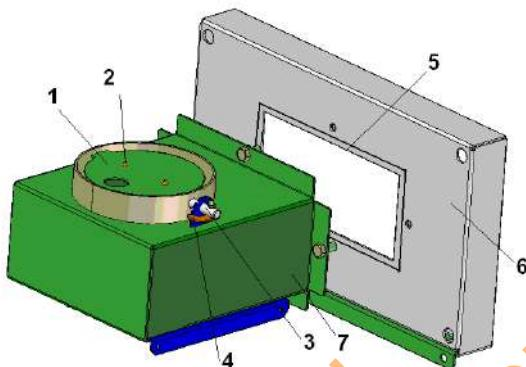
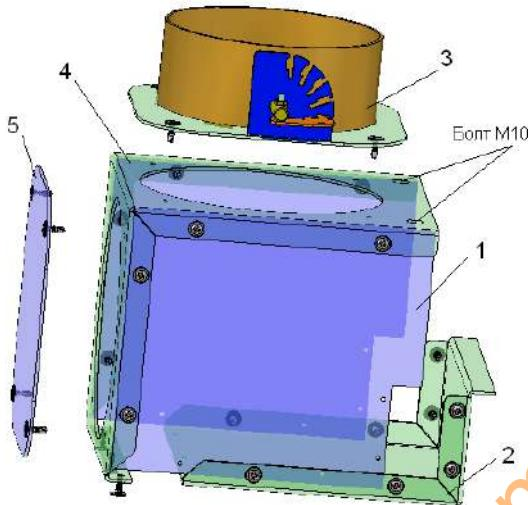

Рис.3 Дымоход котлов КС-Т/ТГ/ТП-12-12р-12/16S
Рис.6 Дымоход котлов КС-Т -11; КС- Т-15; КС-Т-11р, КС-Т-15р, КС-Т-11п, КС-Т-15п
5.3.1 Котлы транспортируют со снятым дымоходом, поэтому перед эксплуатацией необходимо дымоход собрать (**рис. 3,4,4.1,5,6**).
Рис.3 : установить заслонку поз.1, закрепив на оси поз.3 двумя винтами М4x10 поз.2. Фиксатор поз. 4 закрепить на оси поз.3 винтом М4x20 и гайкой М4. Между желобом поз.7 и основанием поз.6 установить Набивку АС 6х6 поз.5.
Рис.6: вставить боковины 1 в дно 2, закрепить предварительно винтами-саморезами. Сверху надеть крышу 4, закрепить предварительно винтами-саморезами. Трубу 3 и опору 5 можно поменять местами. Теперь окончательно затянуть все винты-саморезы.
Установить дымоход на заднюю поверхность котла, закрепив 4-мя болтами М10 с шайбами (**рис.3, 4, 4.1, 5**) или 2-мя болтами М10 (**рис.6**).